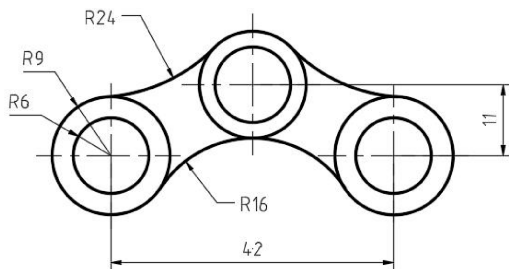

图 2-103 对称结构
- 对称结构：对称结构的图形，我们会用到草绘环境中的镜像工具  镜像，先绘制对称中心线一侧的图形，再镜像出另一侧的图形，如图 2-103 所示。